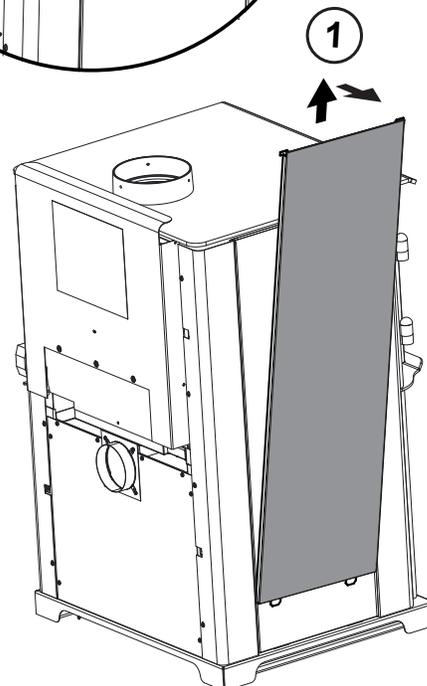

Figure 17.4
1. Retirez le panneau complet du côté en le soulevant et en le retirant de l'appareil (utilisez un outil plat afin de forcer le bas au besoin). **Figure 17.4**
1. Retirez le cadre des tuiles du côté de l'appareil en le soulevant et le retirant de l'appareil. **La figure 17.4 présente le retrait du panneau latéral complet.**